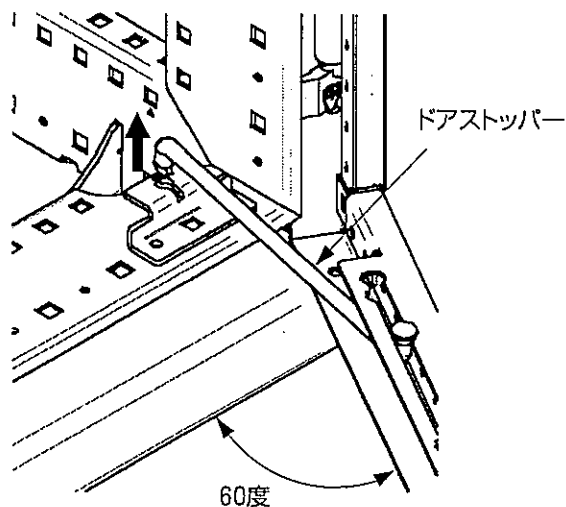

図1/ドアストッパーの外し方
- (1) 扉の開角度を約60度に保ち、ドアストッパーをフレーム側から外す。(図1)